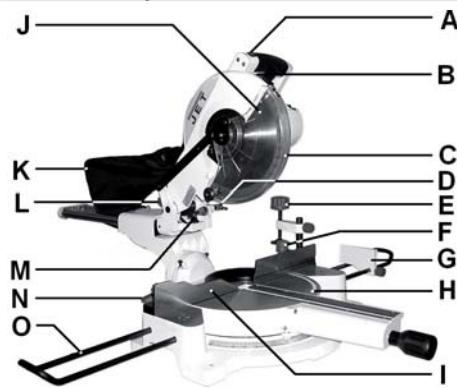

Рис. 1
- Пилка вмикається натисканням вимикача на рукоятці (B, Рис. 1): як тільки вимикач опускається відбувається зупинка пилки.
- Пилка вмикається натисканням на вимикач на внутрішньому боці рукоятки (B, Рис. 1).
- Завжди використовуйте затиск для заготовки (E, Рис. 1).